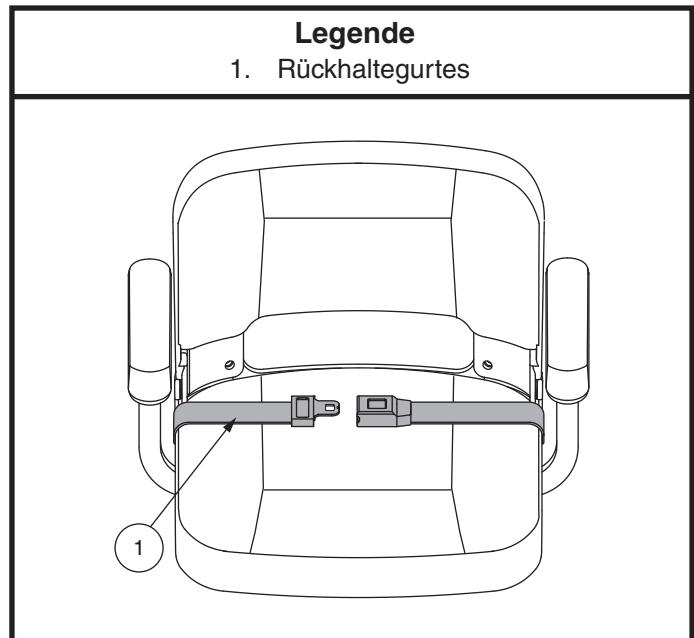

Abb. 13. Einbau und Anpassung des Rückhaltegurtes
Ein Rückhaltegurt ähnlich einem Auto-Sicherheitsgurt steht Ihnen als Zusatzausstattung für Ihren Elektrorollstuh zur Verfügung. **Siehe Abb. 13.** Der Rückhaltegurt gibt dem Benutzer Halt, so dass er nicht nach vorne oder aus dem Sitz rutscht. Der Rückhaltegurt ist nicht als Sicherheitsgurt entwickelt worden.
1. Nach dem Einsetzen stecken Sie die Metallasche an einer Seite des Gurtes in das Plastikgehäuse auf der gegenüberliegenden Seite, bis Sie einen Klick hören. **Siehe Abb. 13.**